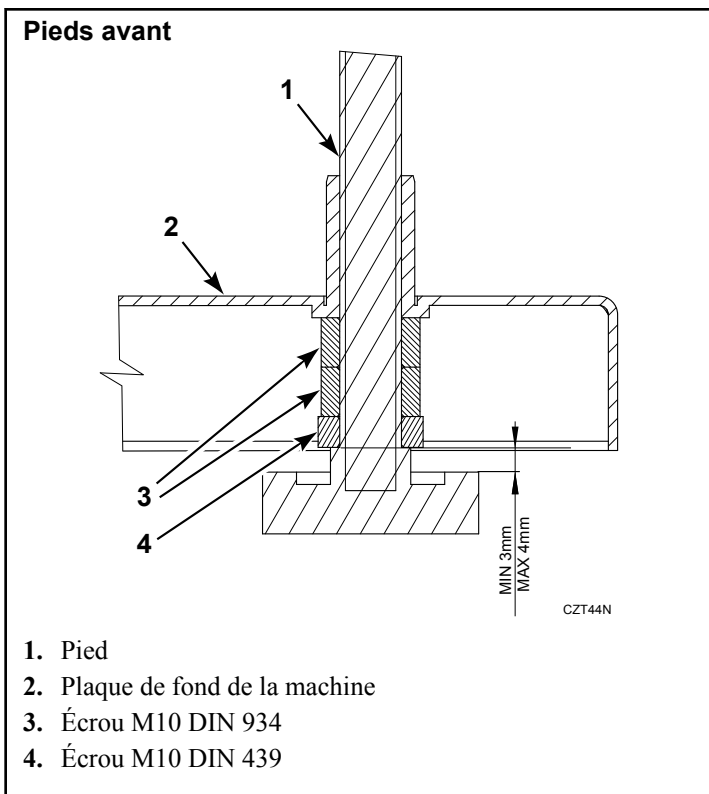

Figure 22
4. Démontez les pieds avant de la machine (en les dévissant). Vissez un écrou bas M10 et deux écrous standard M10 sur le pied. Serrez complètement les écrous. Revissez les pieds avant assemblés de telle sorte sur la machine. Serrez complètement les pieds. Le pied avant assemblé dans la machine est indiqué dans *Figure 22*.
7. Déplacez le séchoir sur le châssis avec précaution. N'oubliez pas que les pieds avant dépassent sous le châssis de la machine. Voir *Figure 22*.